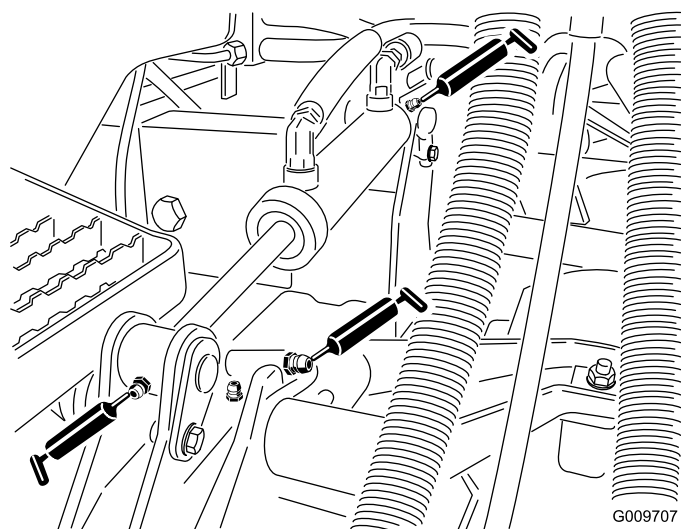

Figure 24
- Bagues de bras de relevage (1 par tablier) (Figure 24).
- Bagues de vérin de relevage (2 par tablier) (Figure 24).